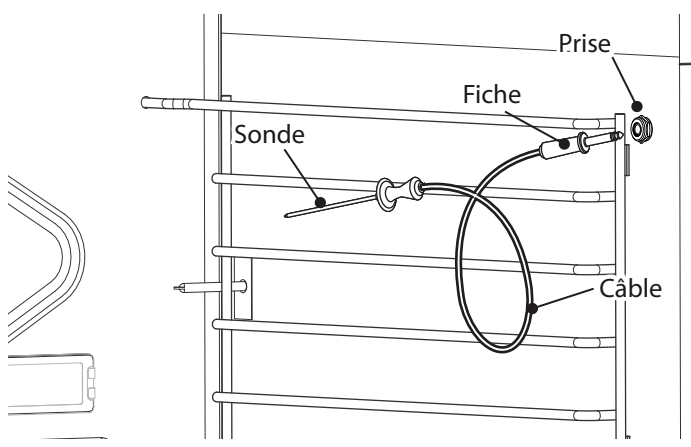

Figure 24 : Sonde thermique
1. Dans le four principal, ou dans le petit four sur certains modèles, localiser de la sonde (Figure 24).